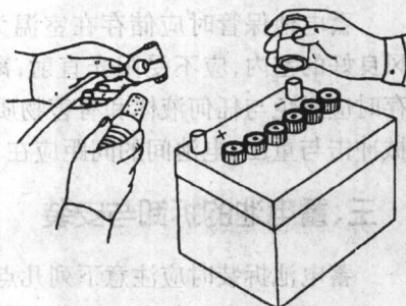

图 1-8 蓄电池接线柱及夹头清洁
4. 安装电缆端子时,应先用细砂纸或专用清洁器清洁接线柱及电缆端子,如图 1-8。连接接线柱夹头时,螺栓螺母的螺纹应先涂凡士林或润滑脂,防止氧化生锈。